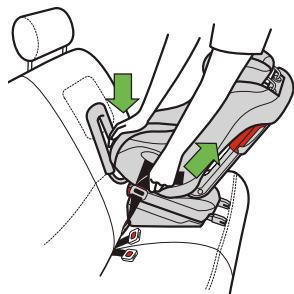

Figure 22
- Appuyez au centre du siège d'auto pour faire baisser le Coussin du Siège du véhicule et libérez l'extrémité de La Ceinture d'Attaches Inférieures DUA pour serrer, tel qu'illustré dans la **Figure 22**.